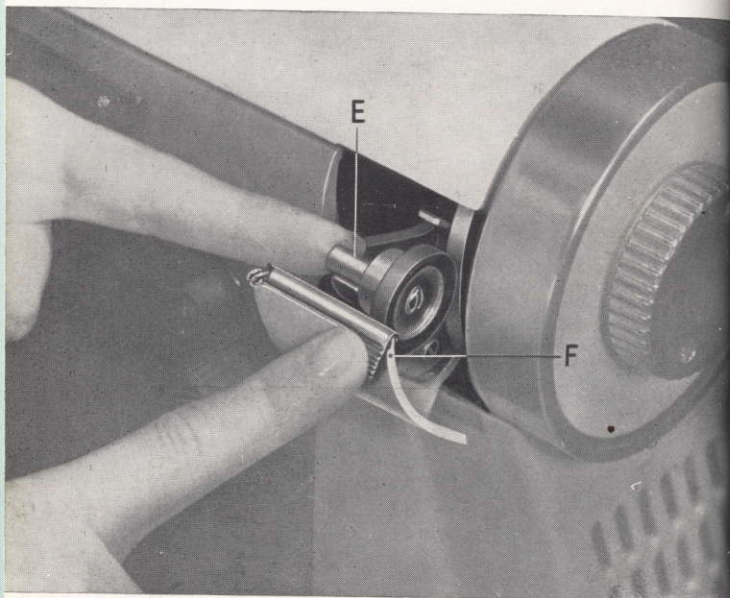

Fig. 13
- b) Open met de rechterhand de spoelwinder-dekplaat « F » (fig. 13) door die zover mogelijk naar beneden te drukken. Duw met een vinger van de linkerhand de korte as « E » naar rechts tot hij stuit. De dekplaat blijft nu open, wanneer men haar loslaat.